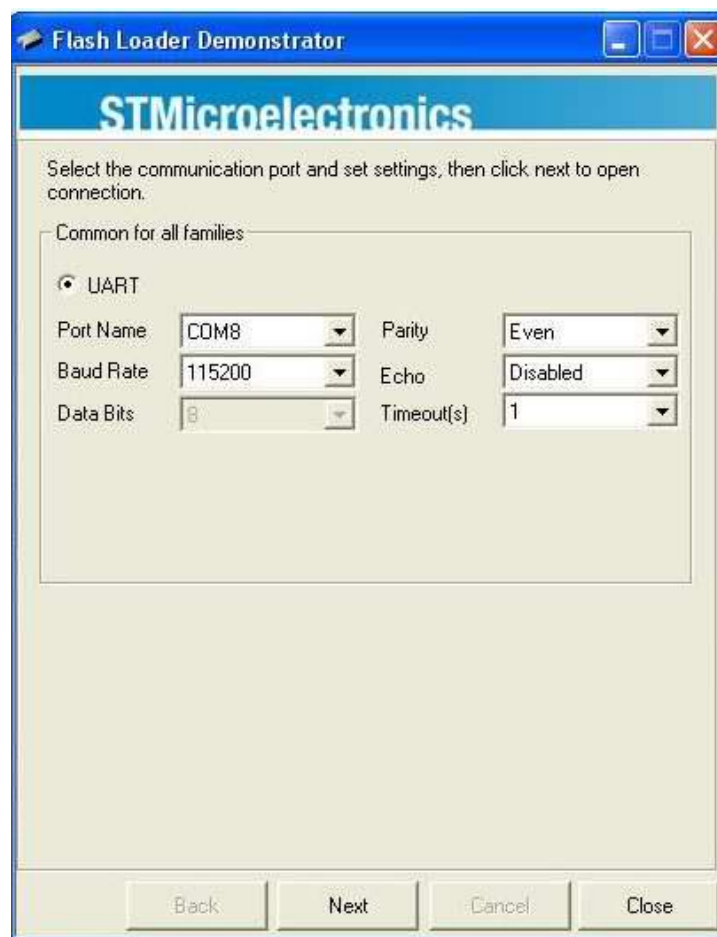
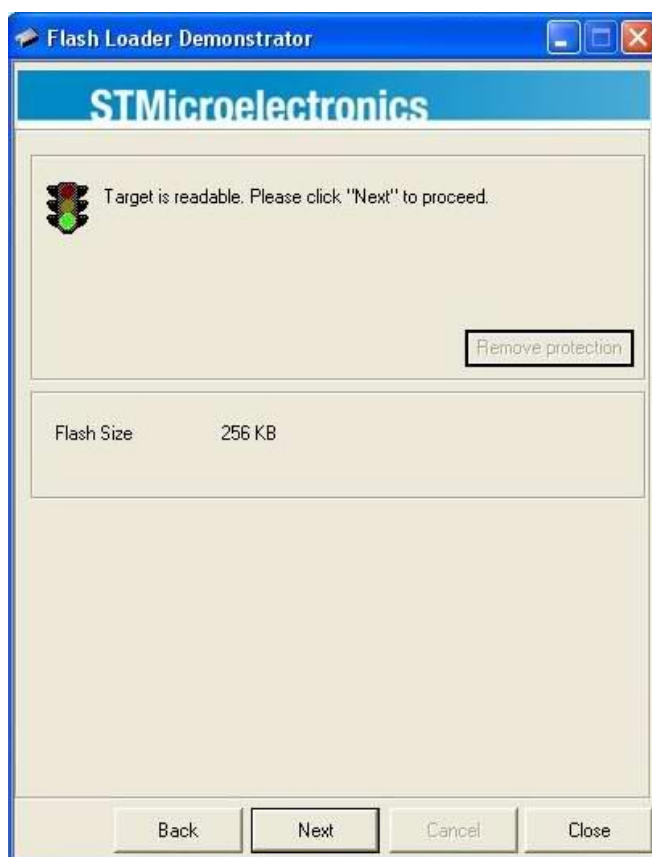

Рисунок 5.9 – Настройки программы Flash Loader Demo
Рисунок 5.12 – Окно программы Flash Loader Demo
4. После подтверждения закрытия «УниКона» светодиод «Работа» МДО-1 должен погаснуть. Вернуться в программу «Flash Loader Demo» и нажать кнопку «Next» (рисунок 5.9). Программа обнаружит устройство с размером памяти 256 кВ (рисунок 5.12).